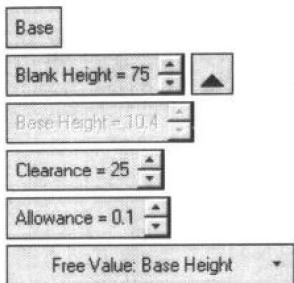

图 1-5
- (1) 从电极向导工具栏中选择 Blank（铣削区域）的图标 。
- (2) 选择 Blank Height（铣削区域高度）右侧的下拉箭头，展开所有的参数选项，设定图 1-5 中所示的参数。